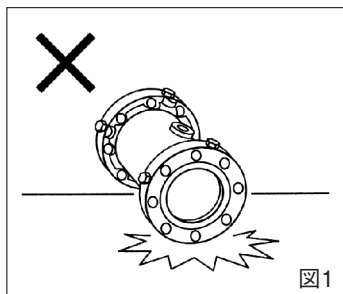

図1
- ⊘** B. バルブを投げる、倒す、落とす等の行為は絶対に避けてください。バルブ損傷の原因となります。（図1）